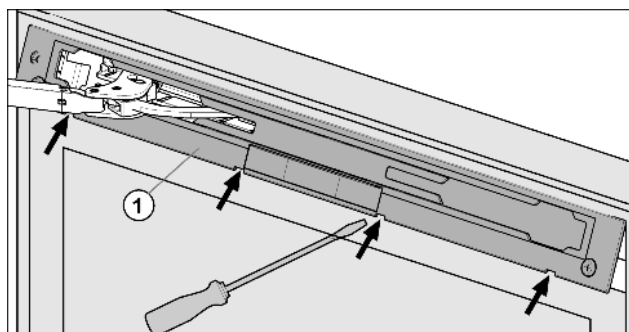

Fig. 4
- ▶ Afdekplaat *Fig. 4 (1)* met gleufschroevendraaier uitklikken en verwijderen.